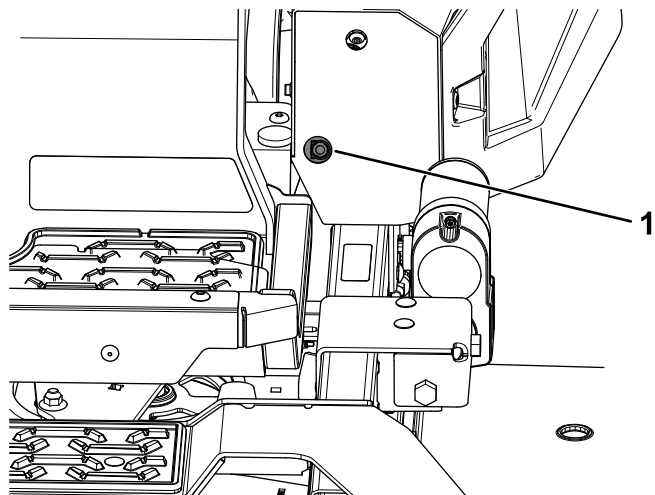
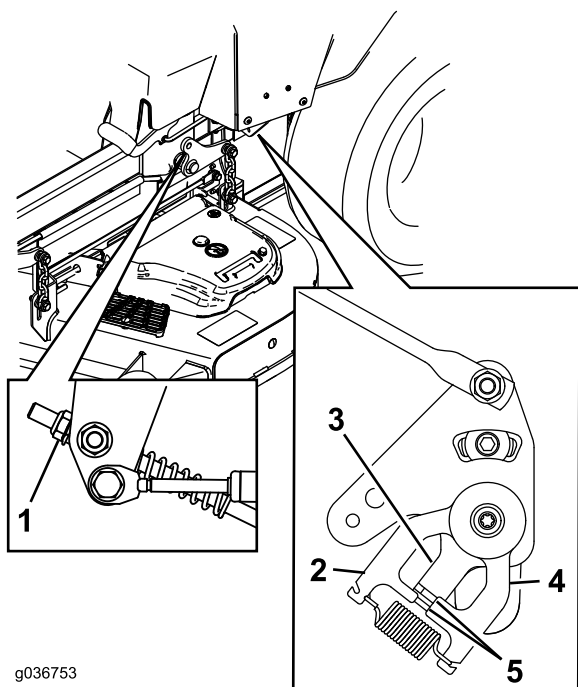

Figura 63
Figura 64
11. Ajuste os comprimentos da barra de controlo da bomba rodando a porca na direção adequada até as rodas andarem ligeiramente para trás (Figura 63 e Figura 64).